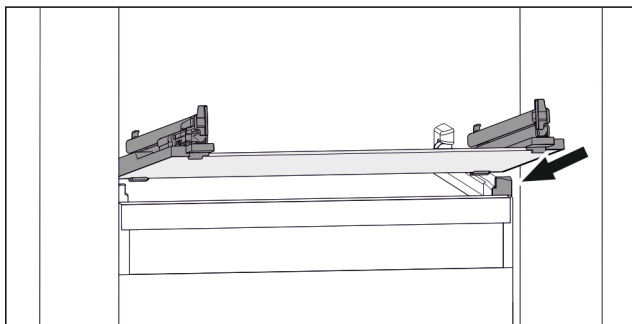

Fig. 98 Příklad znázornění skleněné desky
- ▶ Nasadte skleněnou desku šikmo za zářádky. (viz Fig. 98)